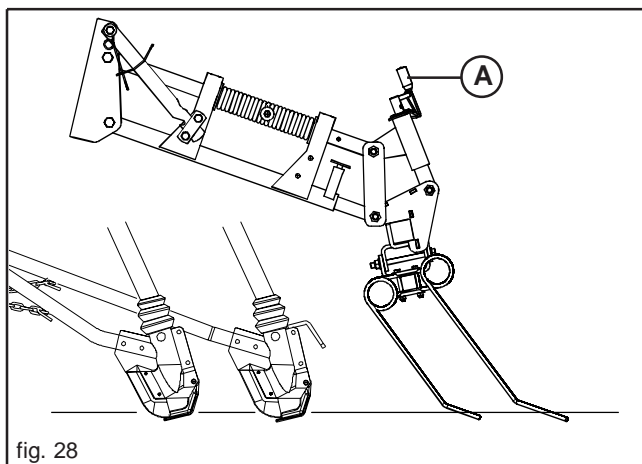

fig. 28
Die normale Arbeitsposition der Egge wird auf Abb. 28 illustriert. In dieser Position ist der Verschleiß der kurzen und langen Zähne gleichförmig. Durch Einwirken auf die Einstellkurbel (A) kann die Neigung der Egge verändert werden.